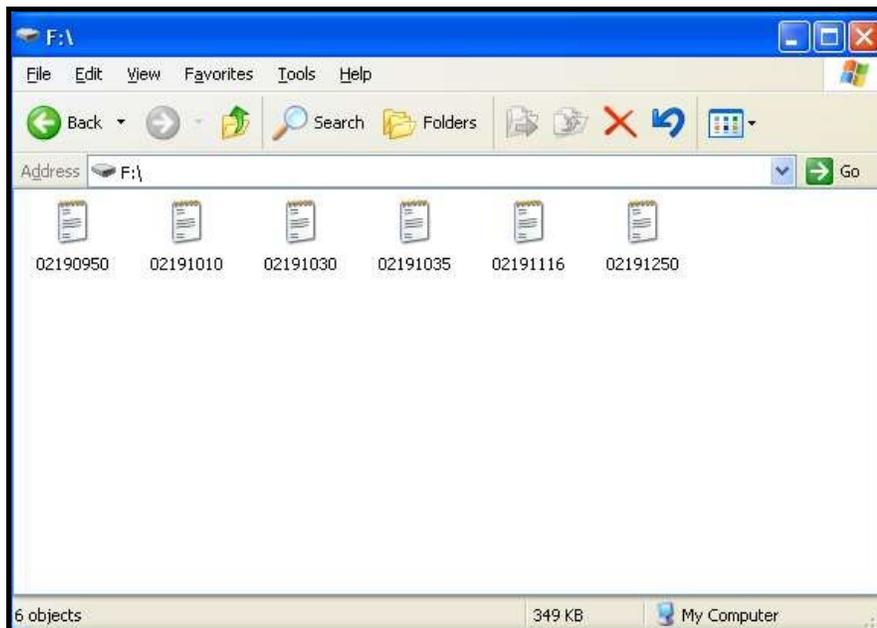

Figura 58: Elenco dei file di registro
2. Fare clic su Removable Disk (Disco rimovibile), viene visualizzata una schermata simile alla Figura 58 a pagina 70.